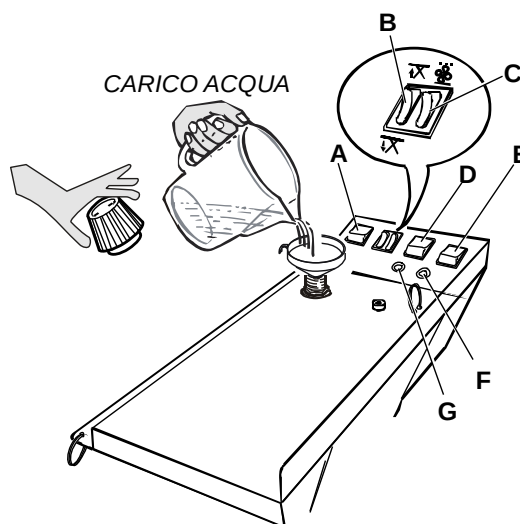
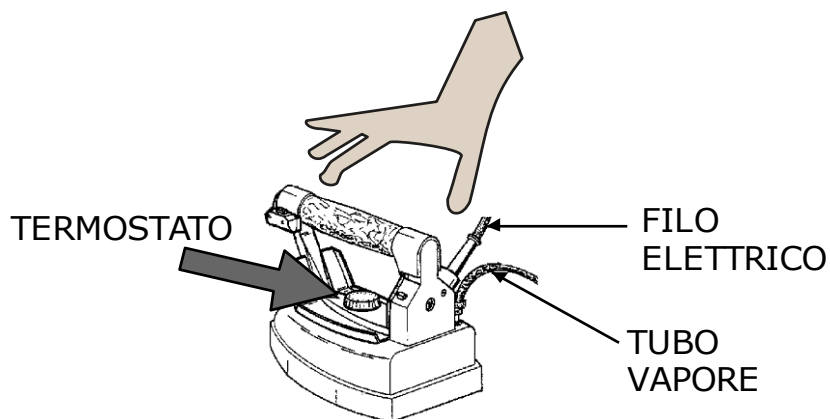
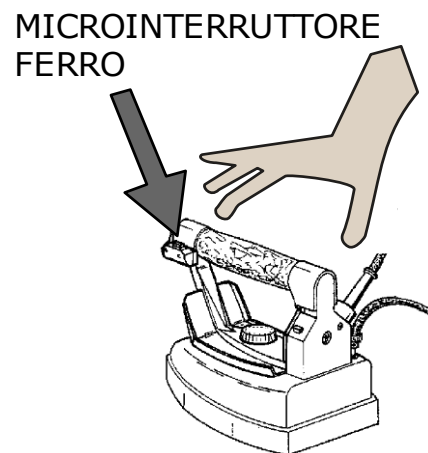

Fig. 4
Fig. 5
Fig. 6
6. Svitare il tappo valvola dal SOLE M (fig. 4), riempire con la quantità desiderata d'acqua la caldaia prestando attenzione che non trabocchi (vedi capitolo 7). Si consiglia di riempire d'acqua la caldaia servendosi di un imbuto. Riavvitare il tappo prendendolo per la parte in plastica con l'avvertenza di non serrarlo troppo altrimenti si rovina la guarnizione.
8. Accendere l'interruttore della caldaia (fig. 4 E), l'interruttore del ferro (fig. 4 D) e portare il termostato del ferro da stiro sulla posizione "cotone" (fig. 5).
9. L'apparecchio raggiunge la pressione ottimale per lo stiro quando la spia caldaia (fig. 4 G) si spegne. Sollevare il ferro per il manico in sughero e premere il microinterruttore del ferro (fig. 6) per 4-5 volte, facendo uscire il vapore. Bisogna inoltre accertarsi che il vapore sia ben saturo (premendo il microinterruttore con il ferro rivolto verso il pavimento).
10. Eseguite tutte le operazioni il SOLE M è pronto per stirare. Durante lo stiro la spia caldaia (fig. 4 G) si accende e si spegne in continuazione, segno di normale funzionamento.
- automatica o manuale premendo il tasto C (fig. 4).
12. **Mai sostituire il tappo valvola (fig. 4) con tappi di altro genere. N.B.: il tappo valvola è tarato a 4,5 bar ed inoltre ha la funzione di valvola di sicurezza.**
L'aspirazione e il soffiaggio del tavolo possono funzionare continuamente - modalità automatica - oppure possono venire attivati premendo il microinterruttore del ferro - modalità manuale (fig. 4 C).
Per scegliere quale funzione attivare - aspirante o soffiante - basta schiacciare l'interruttore (fig. 4 B) nella posizione desiderata.
1. Passare il ferro da stiro sui capi da stirare, premendo ad intervalli il microinterruttore del ferro (fig. 6) per far uscire il vapore e aspirare contemporaneamente. L'aspirazione evita ristagni d'acqua sul tavolo e permette al capo di asciugarsi.
4. Per la stiratura a secco si può regolare il termostato (fig. 5) sulle varie posizioni, secondo il tipo di tessuto che si vuole stirare (fare riferimento quindi alle indicazioni apposte sui capi). Per lo stiro a vapore si deve regolare il termostato sulla posizione "cotone" o "lino".
Per attivare la funzione basta premere il tasto per la vaporizzazione (fig. 4 A) e automaticamente, per una resa migliore, il ventilatore si porta in modalità soffiante. Anche la vaporizzazione può essere continua oppure azionata tramite il micro del ferro (fig. 4 C).
L'acqua è terminata quando, durante lo stiro, si accende la spia "senza acqua" (fig. 4 F). A questo punto rimuovere la spina dalla presa, ruotare di 360° il tappo valvola (fig. 4) e aspettare che sia fuoriuscito tutto il vapore. Con molta cautela svitare e togliere il tappo e attendere 5/10 minuti.
Rifornire quindi d'acqua la caldaia in base alla necessità (fig. 4) evitando il trabocco (vedi capitolo 4 punto 6). Riavvitare il tappo valvola, reinserire la spina nella presa di corrente e attendere finché non si spegne la spia caldaia (fig. 4 G). Il ferro è nuovamente pronto per stirare.
3. il tubo vapore e il filo del ferro da stiro ogni qualvolta risultino danneggiati (fig. 5);